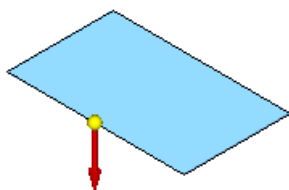
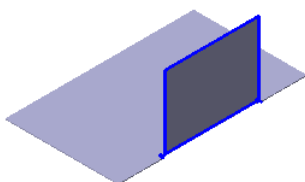

图 8.9.4 定义材料方向
图 8.9.5 弯边特征 1
(3) 定义材料厚度及方向。在命令条中单击“厚度步骤”按钮 定义材料厚度,在 厚度: 文本框中输入值 0.5,并将材料加厚方向调整至图 8.9.4 所示的位置后单击。
(4) 单击命令条中的 完成 按钮,完成特征的创建。
Step3. 创建图 8.9.5 所示的弯边特征 1。
(3) 定义弯边类型。在命令条中单击“从两端”按钮；在“距离”文本框中输入值 80，在“角度”文本框中输入值 90，单击“内部尺寸标注”按钮和“材料内侧”按钮；调整弯边侧方向向上，如图 8.9.5 所示。